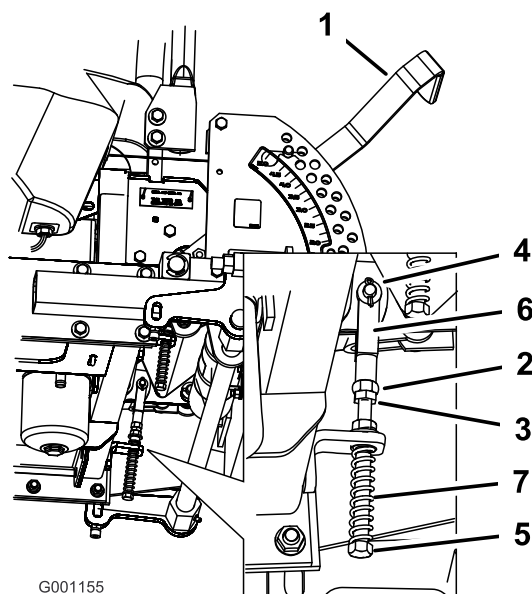

Figura 76
8. Se occorre regolare, allentate il dado e il controdado contro la forcella (Figura 76).
9. Premendo leggermente indietro la leva di controllo del movimento, girate la testa del bullone di regolazione nella direzione opportuna finché la leva di controllo non si trova al centro, in posizione di BLOCCO IN FOLLE (Figura 76).
10. Serrate il dado e il controdado (Figura 76).